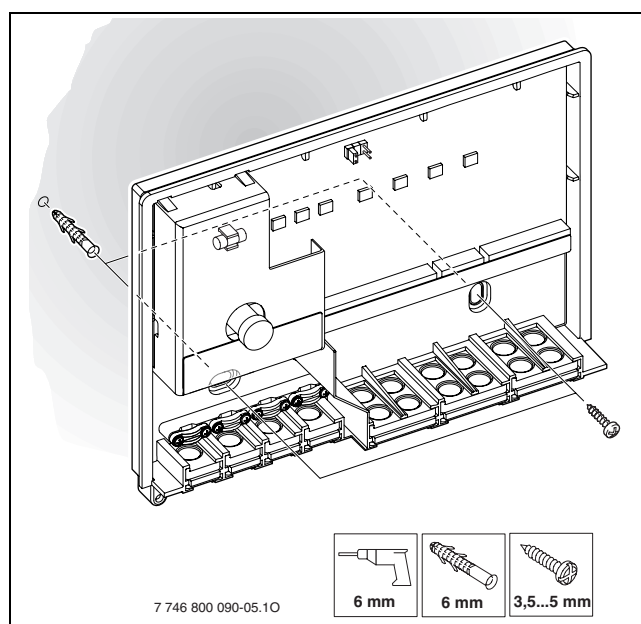

Fig. 9 Inserire il tassello
- Praticare fori con  $\varnothing$  da 6 mm e inserire i tasselli (→ fig. 9).